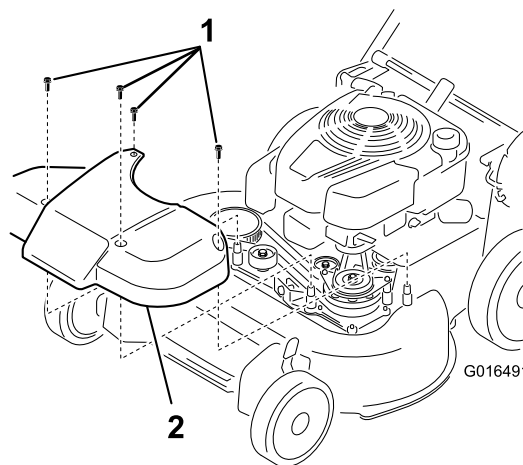

Figure 29
1. Déposez le couvercle du système d'entraînement des lames (Figure 29).